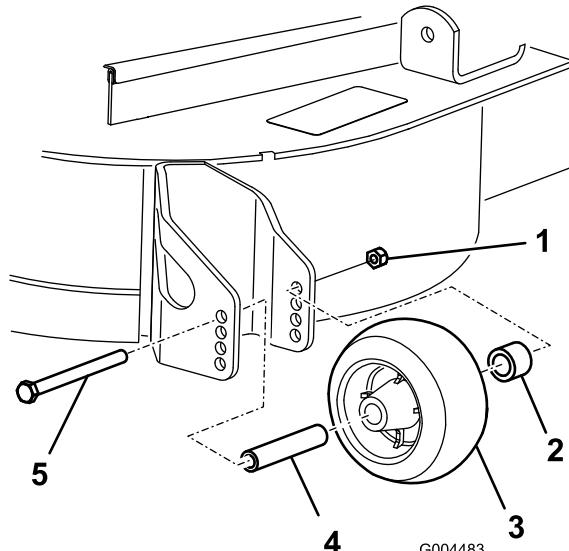

Figura 18
3. Despues de ajustar la altura de corte, ajuste los rodillos retirando la tuerca con arandela prensada, el casquillo, el espaciador y el perno (Figura 18).
5. Instale la tuerca con arandela prensada, el casquillo, el espaciador y el perno. Apriete a 54–61 Nm (Figura 18).